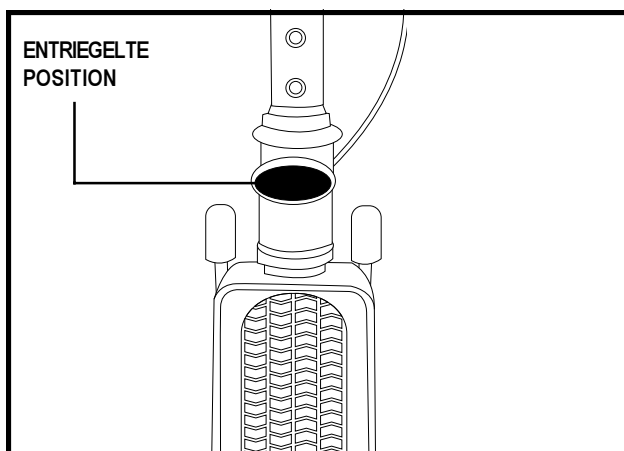
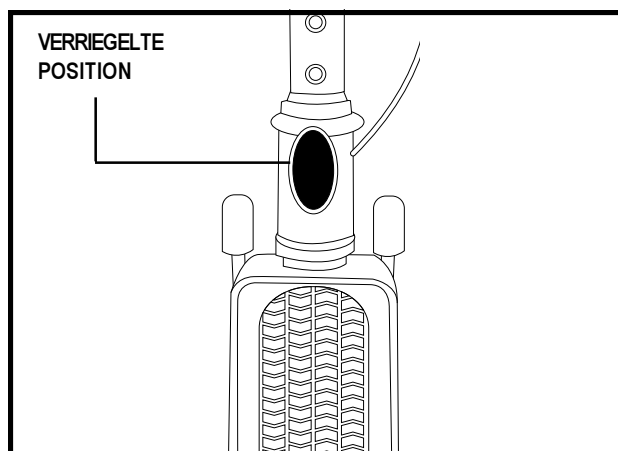

Abb. 12. Lenkersicherungshebel (Entriegelt)
Abb. 12A. Lenkersicherungshebel (Verriegelt)
1. Ausgehend von der entriegelten Position (siehe Abb. 12), das Vorderrad blockieren, indem Sie den Lenkersicherungshebel drücken und im Uhrzeigersinn um 90 Grad drehen. Siehe Abb. 12A.
9. Vorderrad entriegeln, in dem Sie den Lenkersicherungshebel entgegen dem Uhrzeigersinn um 90 Grad drehen. Siehe Abb. 12.